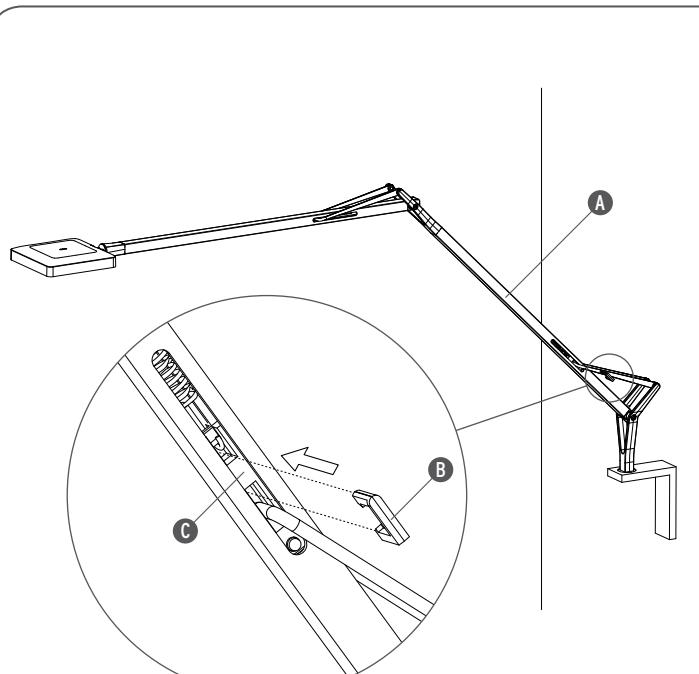

Fig. 2
<IT> Fig.2 Con il braccio (A) dell'apparecchio piegato di 45° rispetto all'asse perpendicolare, introdurre il blocco a scatto (B) nell'asola (C) del braccio come indicato in figura.
<DE> Abb.2 Den Leuchtenarm (A) im 45° Winkel zur Senkrechtachse einrichten und den Schnappverschluss (B) in die Öse (C) des Arms einführen, wie in der Abbildung dargestellt.
<FR> Fig.2 Une fois le bras (A) de l'appareil plié à 45° par rapport à l'axe perpendiculaire, introduire la pièce de blocage (B) dans la fente (C) du bras, comme indiqué sur le schéma.
<PT> Fig.2 Com o braço (A) do aparelho inclinado a 45° relativamente ao eixo perpendicular, introduzir o encaixe (B) na ranhura (C) do braço, como na figura.
<RUS> Рис.2 Согнуть плечо (A) устройства на 45° по отношению к вертикальной плоскости и вставить ограничитель с защелкой (B) в прорезь (C) плеча, как указано на рисунке.
<JP> 図.2 垂直の軸に対して45°に折り曲げられた器具のアーム(A)では、スナップロック(B)が図で示されているようにアームの差し込み孔(C)に差し込まれる。